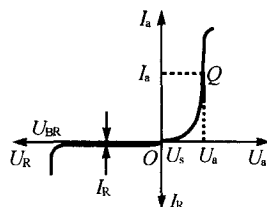

图 14.1
(1) 结构:将 PN 结两边各引出一个电极便构成一个二极管。其中 P 型区引出阳极 A(+),N 型区引出阴极 K(-)。符号: A $\rightarrow$ K
(2) 伏安特性及参数:伏安特性如图 14.1 所示。